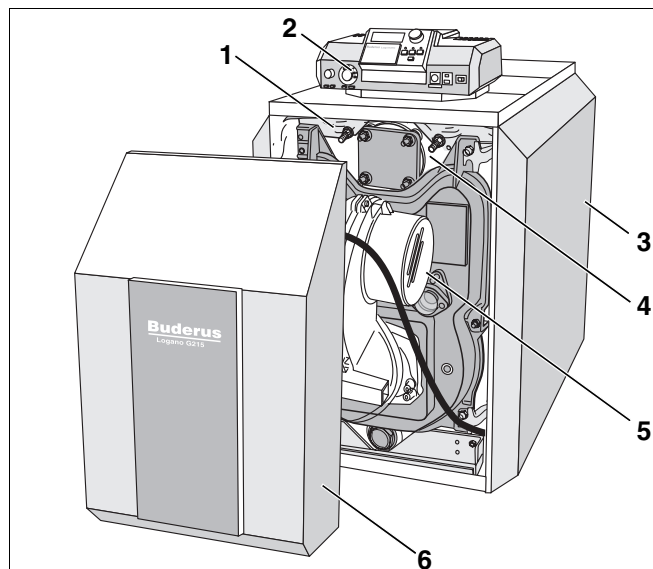
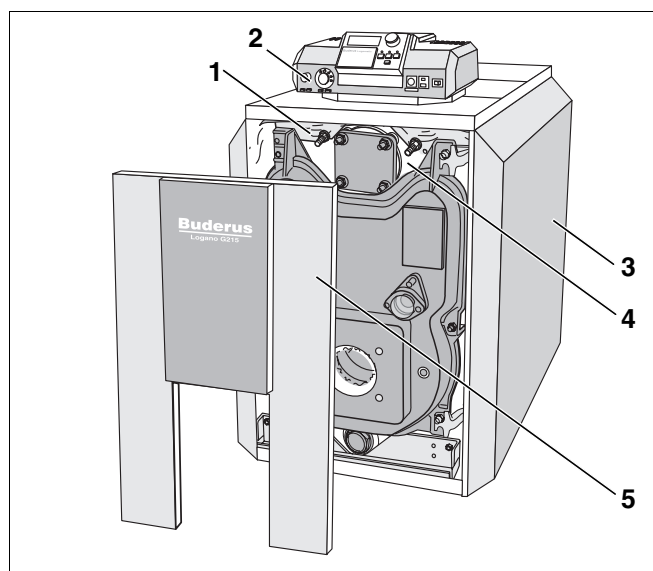

Bild 1 Olja-/Gas-Specialvärmepanna Logano G215 med brännare Logatop
Bild 2 Olja-/gas-specialvärmepanna Logano G215
Olje-/gas-specialvärmepannan Logano G215 (Bild 1) är från fabrik försedd med brännare Logatop (Bild 1, **Pos. 5**).
Olje-/gas-specialvärmepannan Logano G215 (Bild 2) bestyckar fackmontören med en brännare som passar värmepannan.
Huvudbeståndsdelarna i olje-/gas-specialvärmepannan Logano G215 med brännaren Logatop (Bild 1) och Olja-/Gas-Specialvärmepanna Logano G215 (Bild 2) är:
- Pannblock (Bild 1 och Bild 2, **Pos. 4**) och brännare (Bild 1, **Pos. 5**).
- Pannmanteln (Bild 1 och Bild 2, **Pos. 3**), värmeskydd (Bild 1 och Bild 2, **Pos. 1**) och brännarhuv (Bild 1, **Pos. 6**) resp. brännardörbeklädning (Bild 2, **Pos. 5**).
- Reglerenhet (Bild 1 och Bild 2, **Pos. 2**).